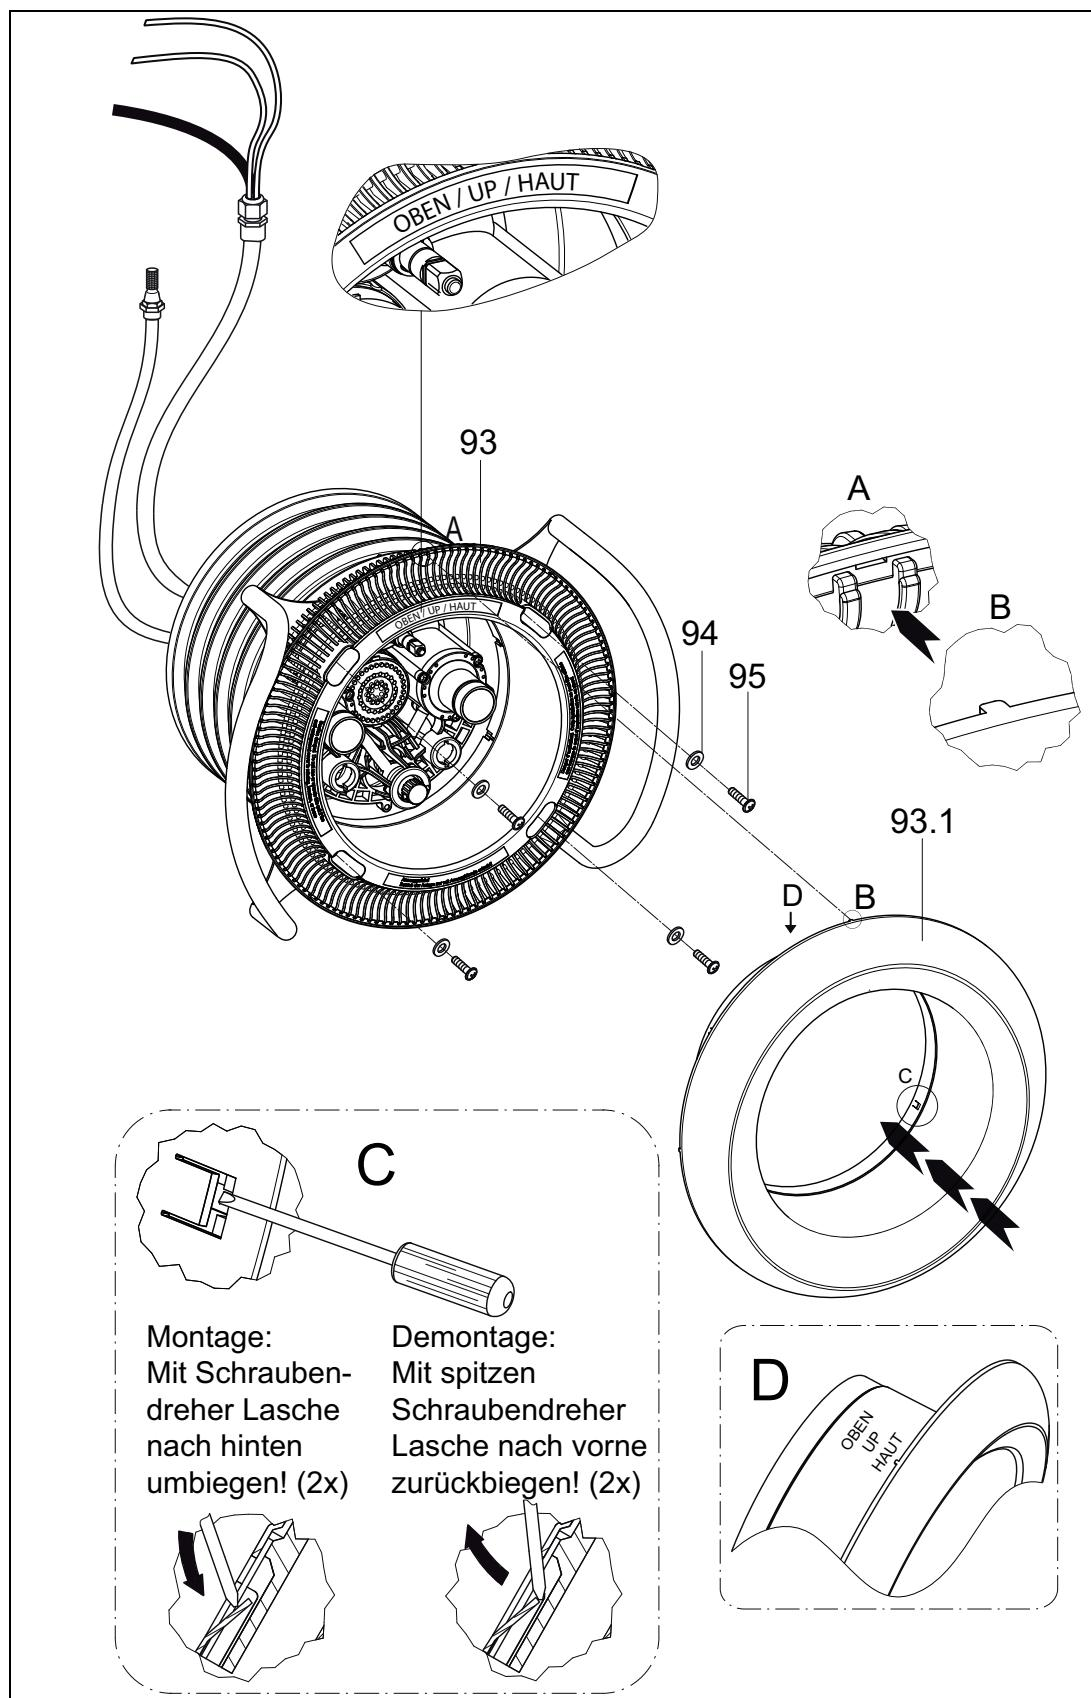

Abb. 11
8. Ansaugblende (**93**) auf dem Spannring (**28**) ansetzen und mit vier Unterlegscheiben (**94**) und vier Schneidschrauben (**95**) befestigen (Abb. 11). Auf Einbaulage achten!
9. Edelstahlblende (**93.1**) mit vorstehenden Zentriernoppen auf den vorhandenen Aussparungen der Ansaugblende (**93**) ausrichten und von Hand aneinanderpressen. Markierung "OBEN" auf der Edelstahlblende beachten. Zur Arretierung der Blende die zwei seitlichen Biegelaschen mit einem Schraubendreher nach hinten umbiegen (*Abb. 11*).